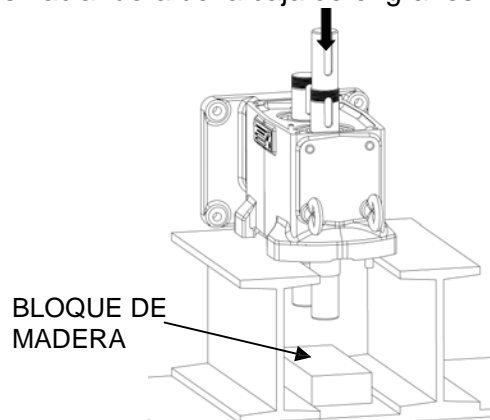

Figura 46: Presionar los ejes de la caja de engranes
4) Retire los postes de la caja de engranes y coloque la caja de engranes en una prensa con el lado del extremo fluido hacia abajo (Figura 46). Use un bloque de madera para evitar que los ejes golpeen el suelo al empujarlos hacia afuera. Una vez que el bloque protector esté en su lugar, empuje los ejes hacia fuera de la caja de engranes.